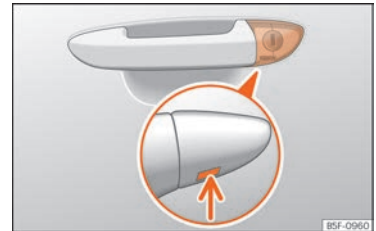

Abb. 6 Fahrertürgriff: verborgener Schließzylinder.
- Den Schlüsselbart am Fahrertürgriff in die untere Öffnung der Abdeckkappe stecken »» **Abb. 6** (Pfeil) und die Abdeckkappe von unten nach oben anheben.